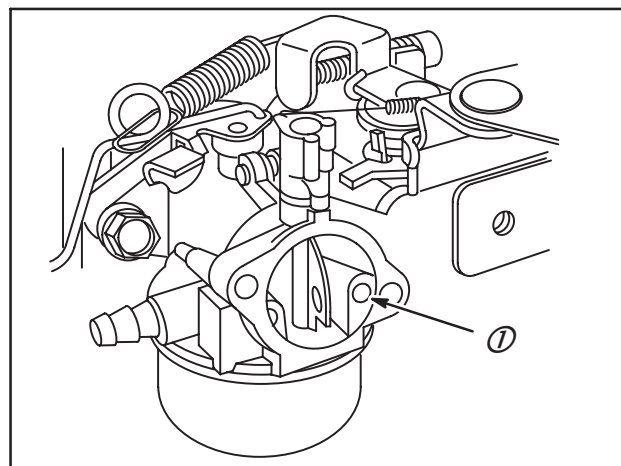
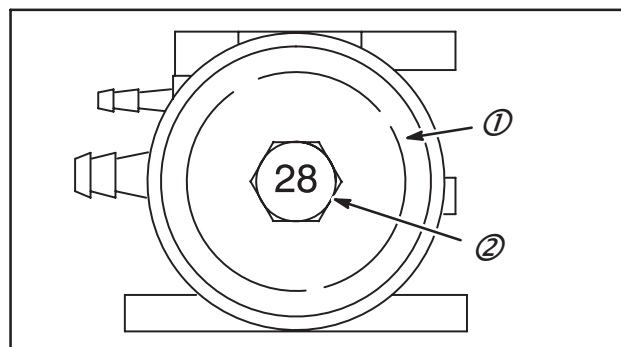

Fig. 105
Fig. 106
En cas de mauvaise performance, se reporter au TABLEAU NO. 5, page 64 ou TABLEAU NO. 6, page 65, Spécifications, par Modèle de base et numéro d'identification du carburateur, puis déposer le gicleur d'air (1), Fig. 105, ou le gicleur principal fixe (2), Fig. 106. Si le numéro d'identification du carburateur est introuvable, se reporter aux microfiches par Modèle et Type.